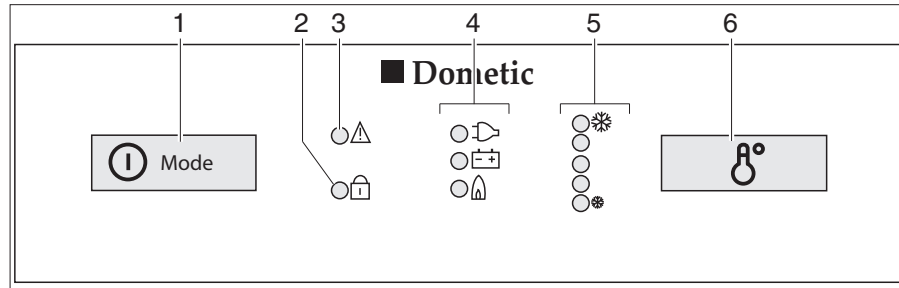

Bild 246 Bedienelemente für den Kühlschrank (Dometic 8er-Reihe mit MES)
- Den Einschalter/Energie-Wahlschalter (Bild 246,1) 2 Sekunden lang drücken, um das Gerät einzuschalten. Die LED der zuletzt gewählten Betriebsart leuchtet auf.
- Ggf. den Einschalter/Energie-Wahlschalter (Bild 246,1) mehrmals kurz drücken, bis die Betriebsanzeige Gas "🔥" aufleuchtet. Die Gaszufuhr ist geöffnet. Der Zündvorgang erfolgt automatisch. Ein tickendes Geräusch ist hörbar, bis der Zündvorgang erfolgreich abgeschlossen ist.
- Die Kühltemperatur mit dem Schalter für die Temperatureinstellung (Bild 246,6) einstellen.
- Ggf. den Einschalter/Energie-Wahlschalter (Bild 246,1) mehrmals kurz drücken, bis die Betriebsanzeige 230 V "⚡" aufleuchtet.
- Ggf. den Einschalter/Energie-Wahlschalter (Bild 246,1) mehrmals kurz drücken, bis die Betriebsanzeige 12 V "⊕-⊖" aufleuchtet.